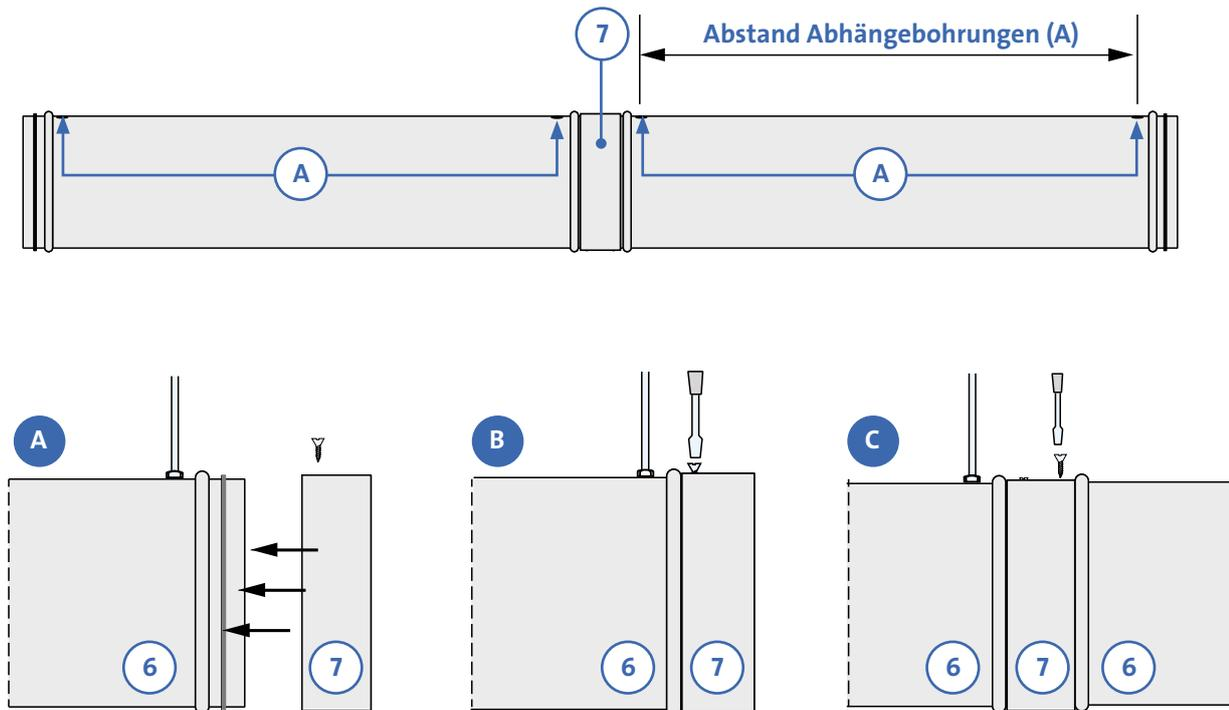

Abb. 10. Verbinden von Rohrdurchlässen mittels Muffen
- 1. Um Rundroherelemente zu verbinden, zunächst Muffe (7) als Verbindungselement aufstecken. Dazu die Muffe über den Steckverbinder eines Rohrdurchlasses schieben, bis die Muffe an die Sicke am Ende des Steckverbinders stößt (siehe Abb. 9 Bild A). Wenn gewünscht, die Muffe mittels Schrauben an den Rohrdurchlässen fixieren (siehe Abb. 9 Bild B). Kampmann weist darauf hin, dass eine Fixierung nach Einhaltung der Montageanleitung nicht notwendig ist. Bei Verbindung zweier RRA-Auslässe, bzw. zweier Glattrohre mit einer Muffe ($L < 200\text{mm}$) genügt ein Abhängepunkt entweder links oder rechts neben der Muffe (siehe Abb. 10 C).